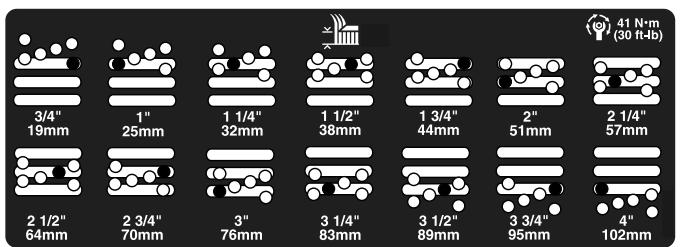

Bild 22
- Stellen Sie die Kammer auf die gewünschte Schnitthöhe ein und setzen Sie das Distanzstück im gewünschten Schnitthöhenloch und -schlitz ein (Bild 22).